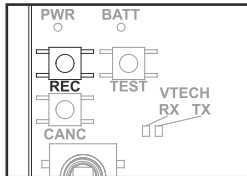

Fig. 4
- Premere il pulsante REC sul ripetitore (Fig. 4) e tenerlo premuto fino all'accensione lampeggiante del led REC;
- Press the REC button on the repeater (Fig. 4). Keep the button pressed until the REC LED starts flashing.
- Appuyez sur le bouton REC du répéteur (Fig. 4) et maintenez-le enfoncé jusqu'à ce que la LED REC s'allume;